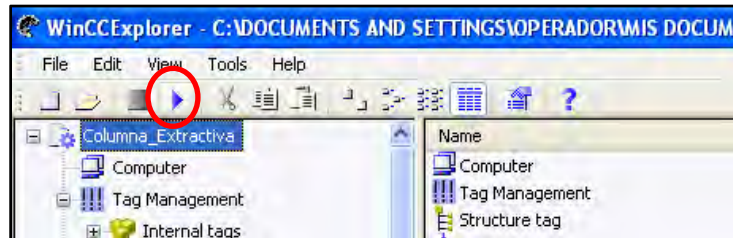

Figura F.2 Activación del proyecto en WinCC Explorer
- ✓ Luego en el escritorio del computador que está disponible para la columna, hacer doble clic en el icono de WinCC Explorer. En la figura F.2 se puede ver la imagen de este icono.
- ✓ Finalmente activar el proyecto Columna\_Extractiva.mcp el cual se debe encontrar por defecto. Para esto en la parte superior del explorador dar clic en el botón *Activate*. En la figura F.2 se puede ver una imagen del explorador, señalando el botón *Activate*.